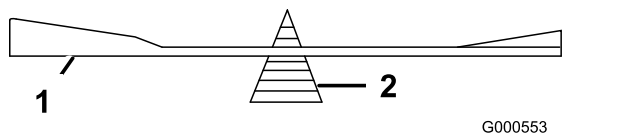

Figura 18
2. Verifique el equilibrio de la cuchilla colocándola sobre un equilibrador de cuchillas (Figura 18).